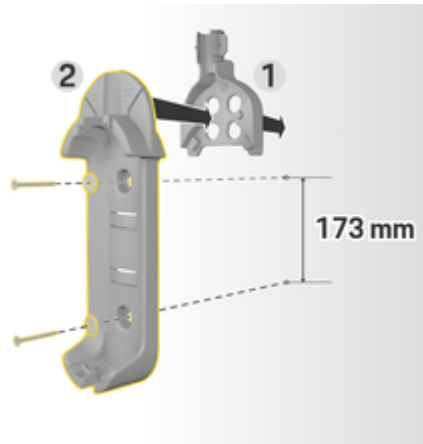

Fig. 188 Bormål
3. Trykk veggholderen (grunnversjon) 2 (Fig. 188) forfra inn i kabelføringen 1 (Fig. 188).